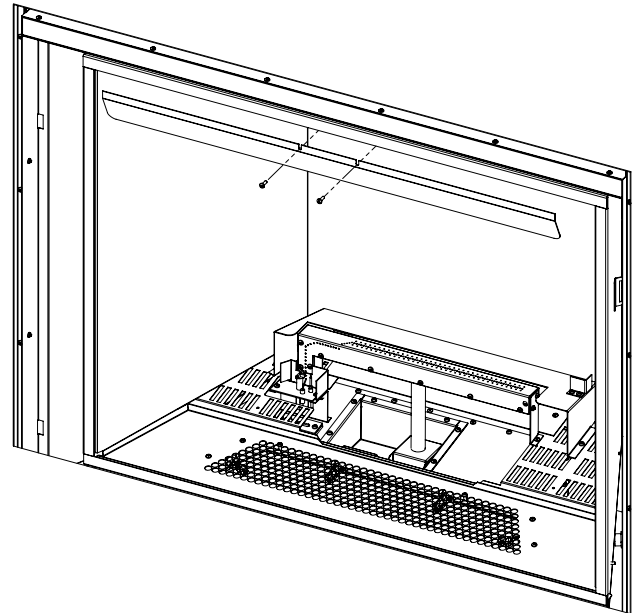

Figure 27: Enlèvement du Déflecteur de Lumière
3. Retirer le déflecteur de lumière (voir la Figure 27).